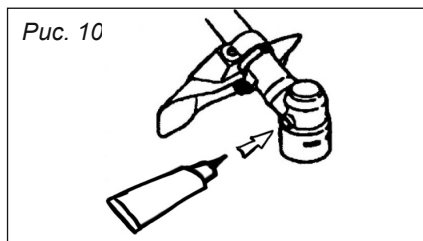

Рис. 10
11.4. Смазка редуктора (рис. 10)